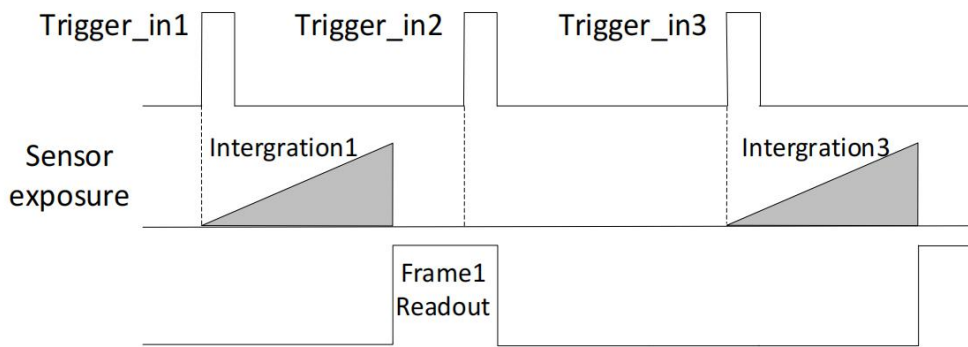

图4-17 第 2 帧被过滤时序
- 不启用触发缓存使能：第 2 个触发信号直接被过滤，不做处理，如图 4-17 所示；